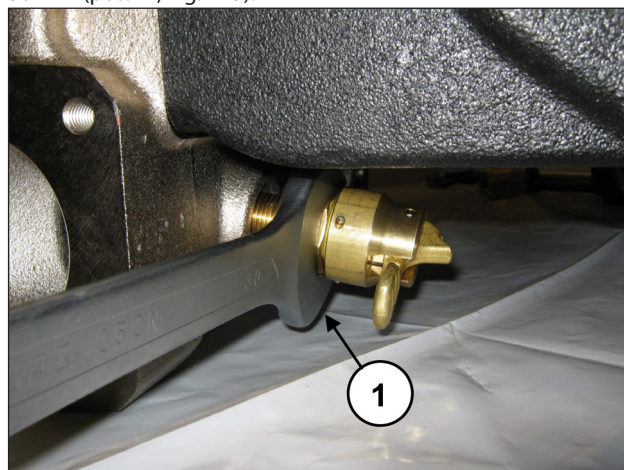

Fig. 145
Svitare il dispositivo apertura valvole mediante chiave da 30 mm (pos. ①, Fig. 145).